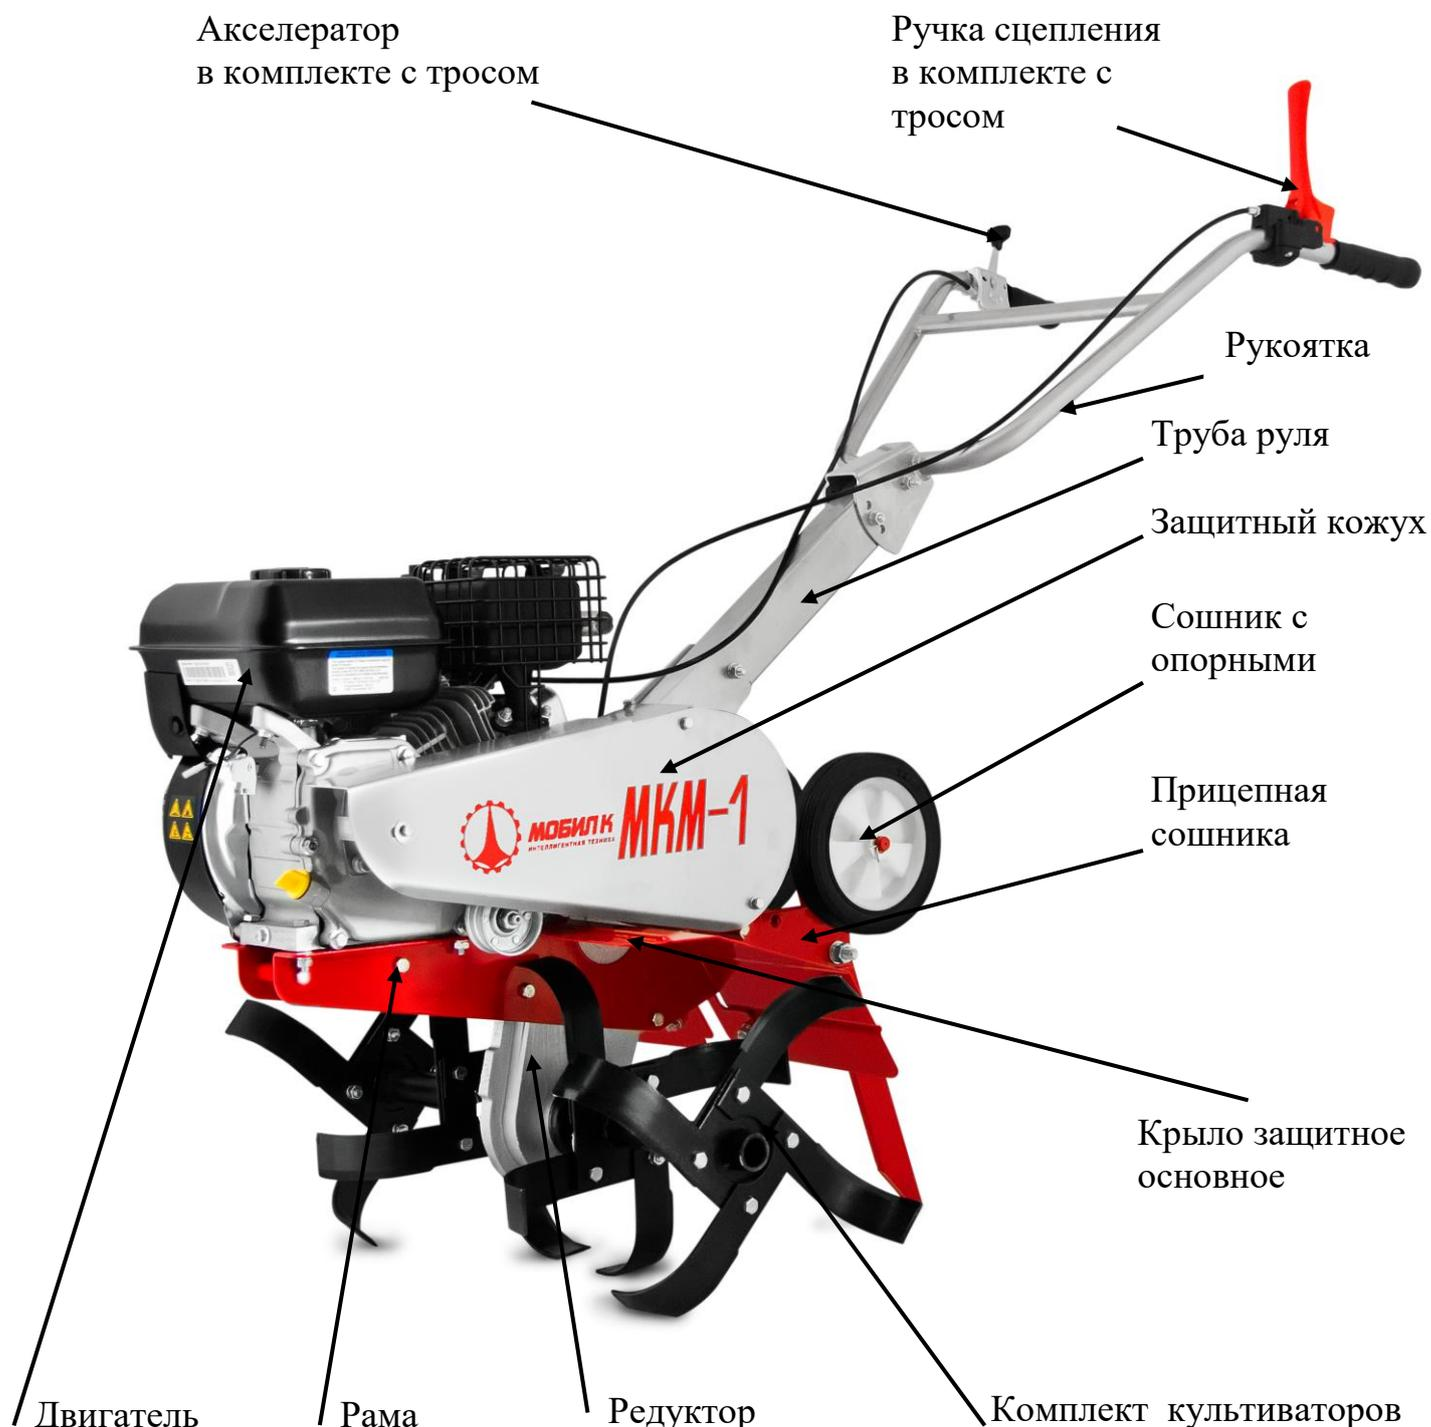

Рис.1 Мотокультиватор МКМ-1.
- 7.3. Установить и собрать руль, Рис.1, Рис.6.
- 7.7. Установить сошник с опорными колесами вниз, зафиксировав его на прицепной сошника посредством 2 осей со штифтами, Рис.1, Рис.3.
- 7.11. Проверить натяжение ремня. Для чего снять защитный кожух клинового ремня. Зазор между верхней и нижней ветвями ремня должен быть 50-60 мм, а зазор между ограничительными скобами и внешней стороной ремня должен быть 3-5 мм при нажатой ручке сцепления, Рис.10. При необходимости установить контрольный размер 50-60 мм регулировочным винтом на ручке сцепления Рис.7, для этого открутите контргайку. Выкручивая винт регулировки троса сцепления зазор между верхней и нижней ветвями уменьшается, закручивая винт регулировки троса сцепления зазор между верхней и нижней ветвями увеличивается. После регулировки контргайку закрутите. При невозможности установки контрольного размера регулировочным винтом, регулировку произвести перемещением двигателя по пазам рамы, Рис.1, Рис.10. Зазор между ограничительными скобами и внешней стороной ремня регулируйте с помощью болтов М8 Рис.10. Для чего необходимо открутить болт М8, отрегулировать зазор 3-5 мм и затем болт закрутить и затянуть. Установить на место кожух клиноременной передачи и закрепить.